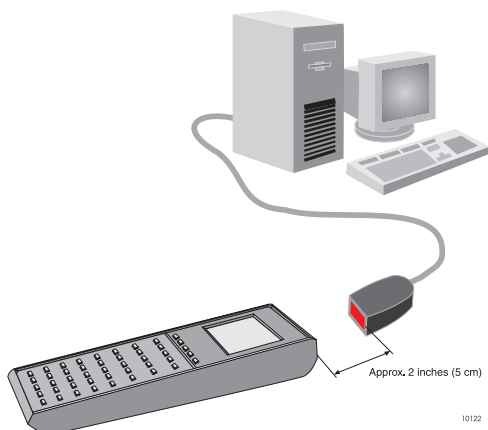

Abbildung 4.6. Setup für die Übertragung von D-Dateien eines HP-48-Feldrechners
3. Richten Sie die IR-Ports mit höchstens 5 cm Abstand aus und klicken Sie auf **OK** (Abbildung 4.6).